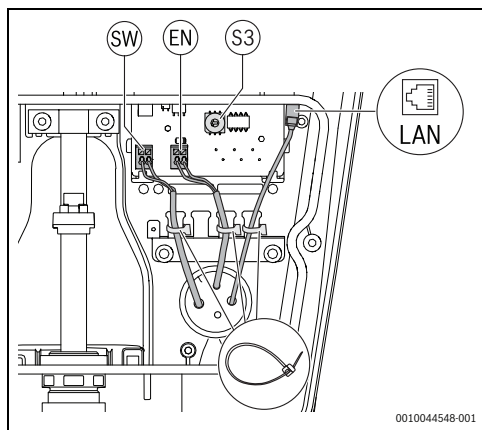

Fig. 112 Collegamenti delle interfacce interne opzionali
- Collegare uno sgancio remoto per l'interruttore differenziale a monte o una ditta specializzata al SW di uscita digitale (→ Fig. 112, capitolo ExternalLink: graphic_internal_interface_connections, pagina 109, [1]).
- Spegnere la Logavolt sul quadro elettrico dell'alimentazione elettrica e dopo due secondi circa riaccenderla (Fig. 112, pagina 115 [2]).